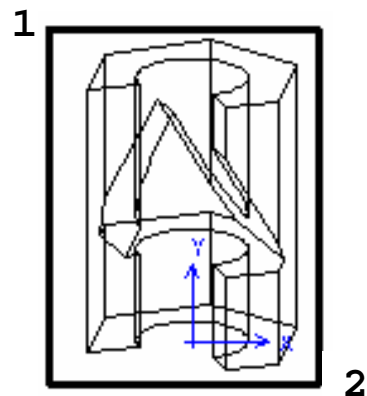

Рис. 5.54
- е) на запрос первого угла видового экрана (Specify first corner of viewport) щёлкнуть точку **1** слева над проекцией (рис. 5.54);
- ф) на запрос противоположного угла видового экрана (Specify opposite corner of viewport) щёлкнуть точку **2** справа под проекцией (рис. 5.54);